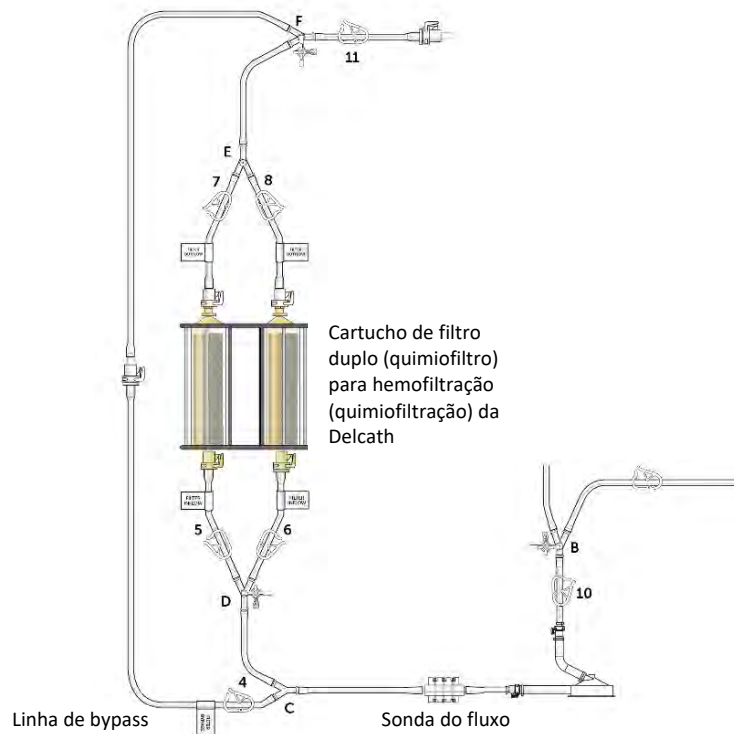

Figura 16
(a) Feche o clampe 4 e abra os clampes da entrada do filtro (5, 6) e, em seguida, os clampes da saída do filtro (7, 8) e o clampe da saída do circuito (11) (ver Figura 16) e ajuste o fluxo do soro fisiológico normal heparinizado para dentro do filtro para um débito de aprox. 0,5 litros por minuto. Nota: são necessárias pinças hemostáticas para ajustar o débito, caso se recorra à gravidade.